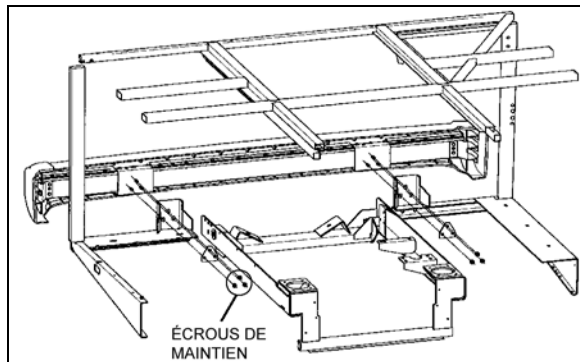

FIGURE 12: PARE-CHOC ARRIÈRE
1. Enlever les six écrous (trois de chaque côté) qui fixent l'ensemble du pare-chocs au véhicule et retirer le pare-chocs (Figure 12).